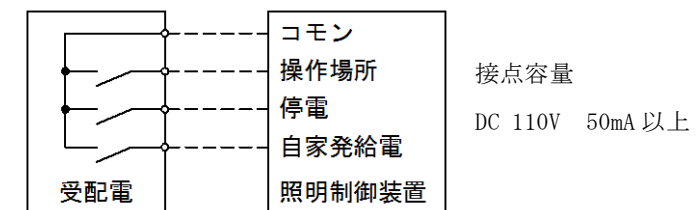

図2-5-4 接点の取り合い
(2) 本設備とトンネル照明制御装置の信号取り合いを図 2-5-4 に示す。